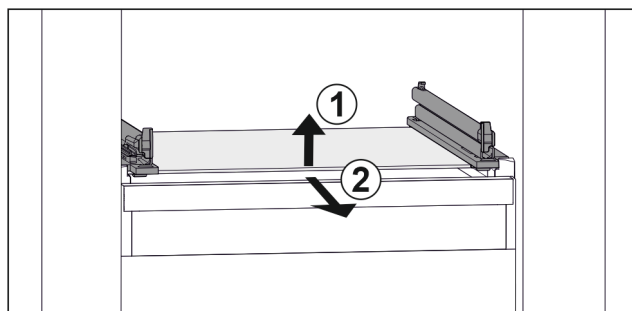

Fig. 51 Примерно изображение на стъклената плоча
- Повдигнете стъклената плоча отпред. Fig. 51 (1)
- Извадете стъклената плоча напред. Fig. 51 (2)